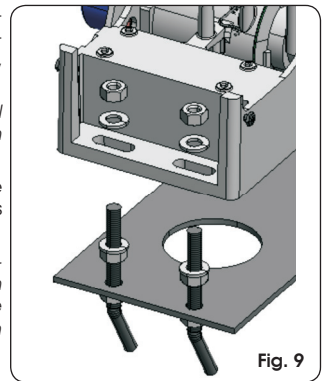

Fig. 9
- ④ Den Antrieb mit Hilfe der im Lieferumfang enthaltenen Muttern und Unterscheiben an der Platte befestigen, siehe Abb. 9.